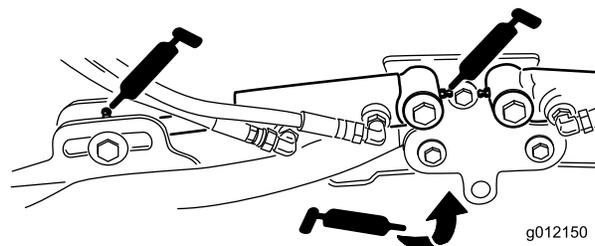

図 47
- 昇降アームのシリンダ各カッティングユニットの2ヶ所 図 47
- 昇降アームのピボット各アームに1ヶ所 図 47